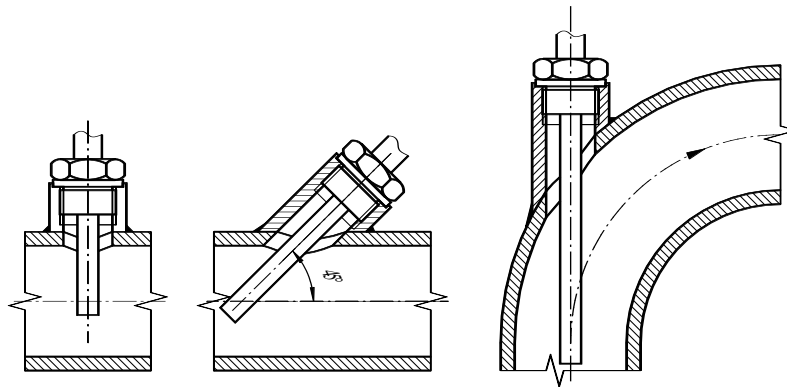

Рисунок 7 – Примеры установки термопреобразователей
2.2.2.4 Термопреобразователи могут монтироваться в произвольной рабочей позиции (рисунок 7).